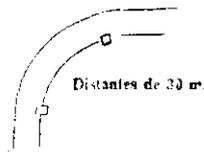

Fig. 1
armado (fig. 1) ao longo de toda pista e pelo seu meio e se comunicando por meio de condutos com as sarjetas estabelecidas ao longo das cordas, o segundo sistema, deficiente, só utilizável nos terrenos muito permeáveis, consistindo na captação das águas por meio de valas correndo ao longo da pista que deverá ter inclinação para os lados de modo a permitir o escoamento da água que não se infiltra, enquanto a infiltrada, em menor quantidade, é facilmente absorvida pelo terreno permeável. Por aí se vê a grande influência sobre o custo da construção. Resumamos num quadro a classificação de acôrdo com o terreno:
2.o — Nivelá-se e bate-se bem o fundo, dando uma inclinação para os drenos (a inclinação da fig. 1 supõe os drenos próximos á corda, isto é, valas de pedra ou cimento, com tanques de 2 metros de lado e 1m,50 de profundidade, colocados de 30 em 30 metros e cheios de pedra).